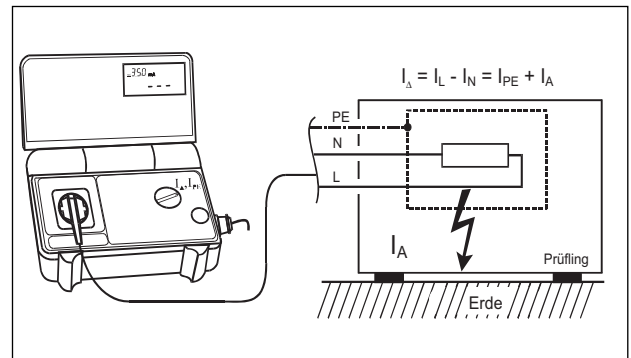

Abb.7.39
- Den Prüfling mit der Prüf-/Netzsteckdose verbinden (Abb.7.39):